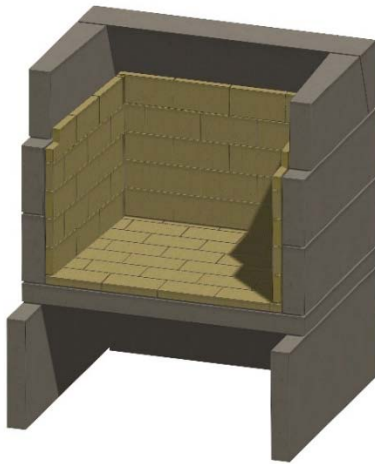

Figura 19. Pared de fuego lateral
K. Instale el ladrillo refractario en las paredes laterales, con el ladrillo colocado de canto. Los ladrillos se colocan en aproximadamente 1/3 de la pared lateral superior, y se debe cortar una muesca en el ladrillo frontal de cada lado, para permitirles despejar la pieza del dintel frontal (que se instalará más tarde). Véase la figura 19.